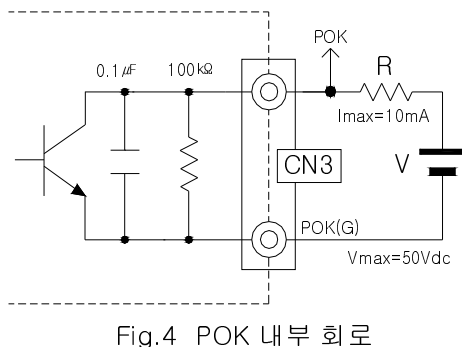

Fig.4 POK 내부 회로
- o Time Chart의 Alarm Signal(POK) 신호는 Fig.4 POK 내부회로 그림에서 POK, POK(G) 단자 전압입니다.